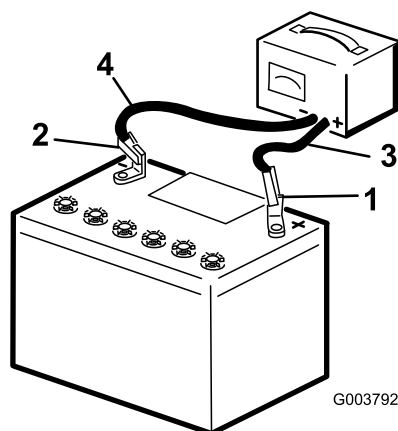

Bild 34
2. Laden Sie die Batterie für 10-15 Minuten mit 25 A bis 30 A oder 30 Minuten lang mit 4 A bis 6 A (Bild 34). Überladen Sie die Batterie nicht.
3. Wenn die Batterie voll geladen ist, ziehen Sie den Stecker des Ladegeräts aus der Dose. Klemmen Sie dann die Klemmen des Ladegeräts von den Batteriepolen ab (Bild 34).
1. Schließen Sie das Pluskabel (Rot) der Batterie mit den vorher entfernten Befestigungen am Pluspol (+) der Batterie an (Bild 34).
3. Schließen Sie das Minuskabel (Schwarz) der Batterie mit den vorher entfernten Befestigungen am Minuspol (-) der Batterie an (Bild 34).
4. Befestigen Sie die Batterie mit der Stange und den Flügelmutter (Bild 34).